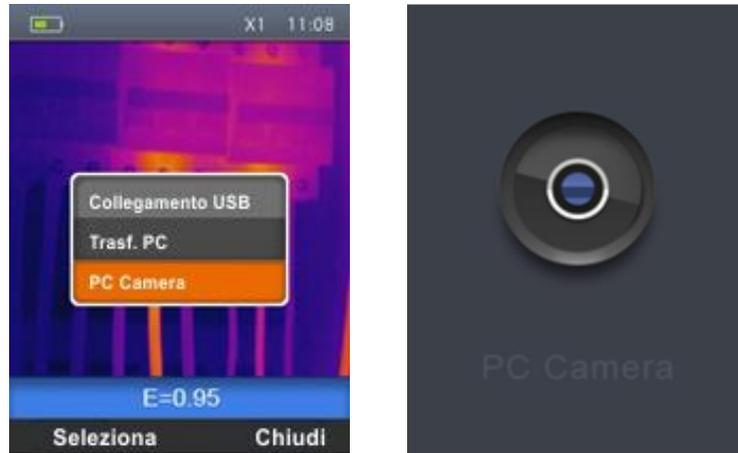

Fig. 39: Visualizzazione immagine in tempo reale a PC
1. Collegare il cavo USB allo strumento (vedere Fig.3 – Parte 16) e al PC. La seguente videata (vedere Fig. 39 – Parte sinistra) è presente a display:
2. Usare i tasti  $\oplus$  o  $\ominus$  per selezionare l'opzione "PC Camera" e premere il tasto "Seleziona". La videata di vedere Fig. 39 – Parte destra è mostrata a display